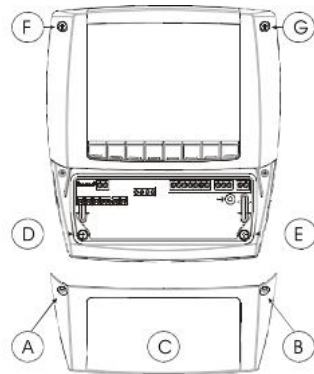

FIG. 1
1. Desenroscar los 4 tornillos frontales (Fig. 1, A, B, F, G) y quitar la tapa (Fig. 1, C).
2. Desenroscar los 2 tornillos (Fig. 1, D, E), que mantienen unidas las partes frontal e inferior del Cool Mate y separar las dos partes.
2. Desenroscar los 4 tornillos frontales (Fig. 1, A, B, F, G) y quitar la tapa (Fig. 1, C).
3. Desenroscar los 2 tornillos (Fig. 1, D, E), que mantienen unidas las partes frontal e inferior de Cool Mate y separar las dos partes.
8. Une las partes frontal y posterior, con el panel en el centro, y fija el panel con los 4 tornillos (dimensiones 4x35 mm), en los agujeros fig. 1, A, B, D, E. Grosor máximo del panel: 6 mm.